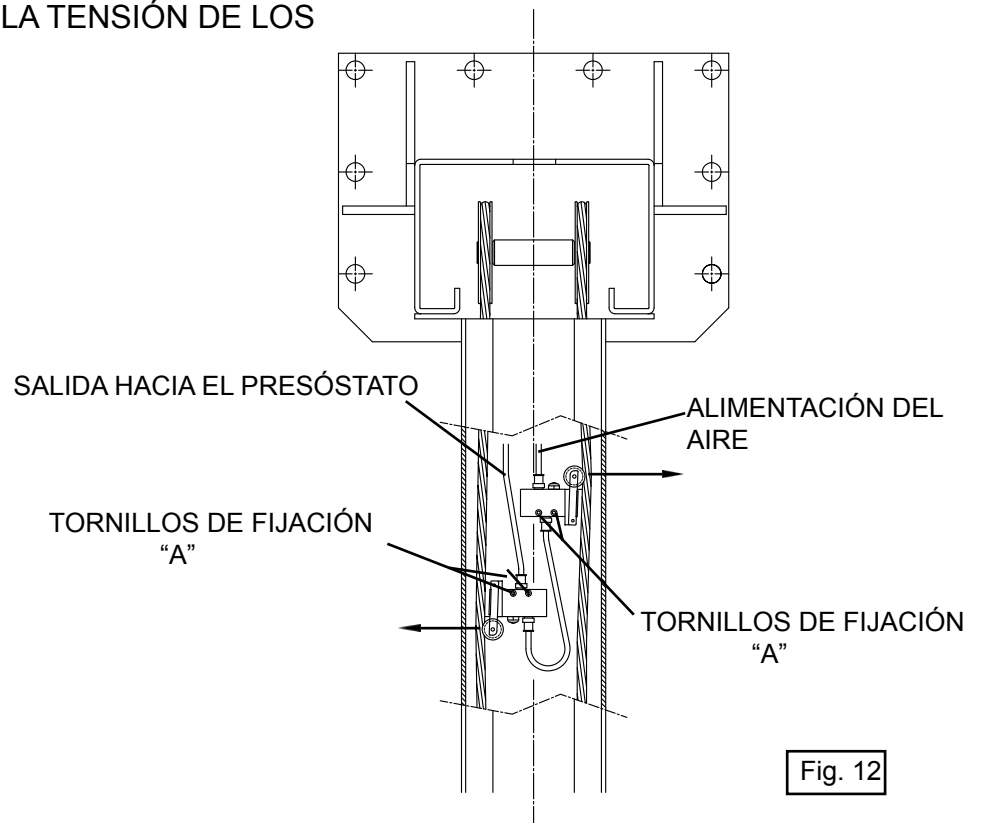

Fig. 12
- Instalación dispositivo de seguridad cables (Fig.12) :
Alimentación del presóstatato de la salida del sistema neumático de seguridad de los cables (fig.12)
- Detectores de tensión de los cables de nivelación (Fig. 12).